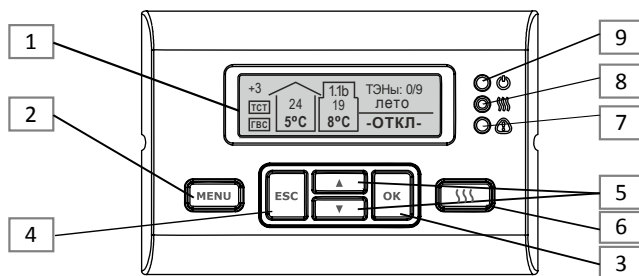

Рисунок 5
4.6 На рис. 5 отражены основные элементы блока управления: